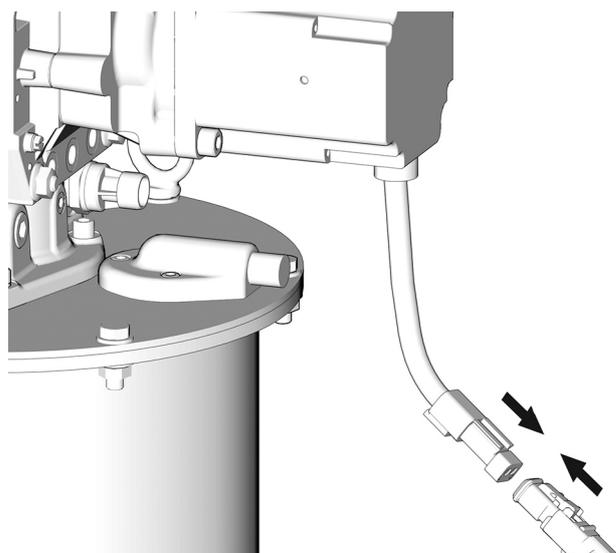

Рис. 9
- Снова подключите источник питания к системе (Рис. 9).